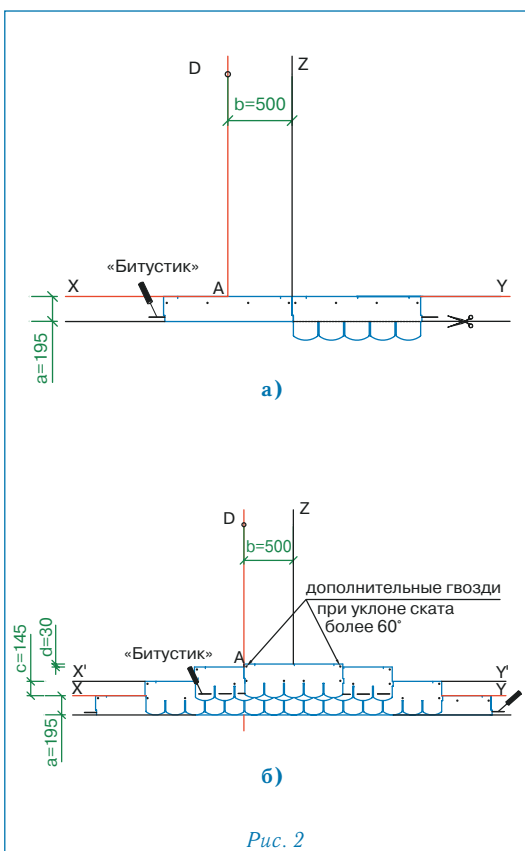

Рис. 2
Укладка материала (рис. 2)
- Начальный ряд формируется из листов черепицы ТРАДИШНЛ обрезанных по линии образованной конечными точками вырезов. Полученные таким образом полосы шириной 19,5 см укладываются по линии карниза в обе стороны от линии Z (рис. 2а) и фиксируются по нижнему краю битумной мастикой «Битустик», а по верхней кромке 4 гвоздями (ось гвоздей на 5 см ниже верхнего края полосы);
- далее первый ряд черепицы укладывается от линии AD (рис. 2б);